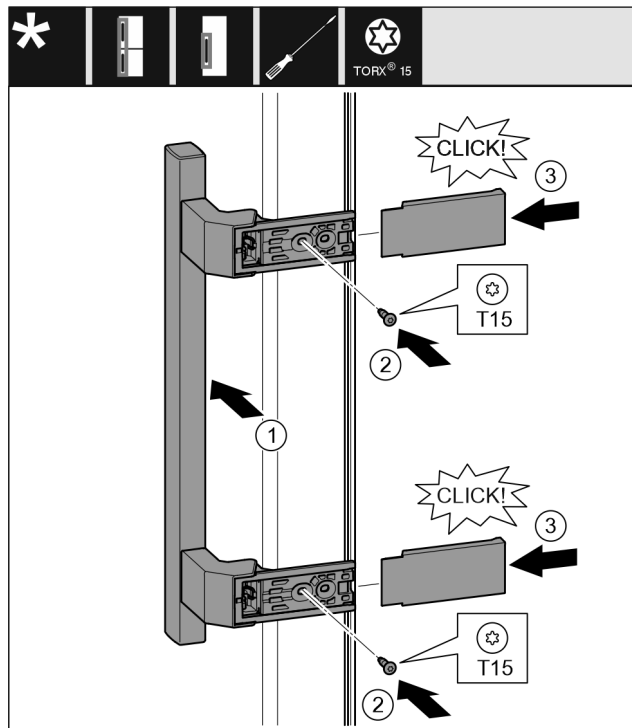

Fig. 14
- ▶ Założyć uchwyt po przeciwległej stronie. Fig. 14 (1)
- ▶ Śruby przykręcić przy pomocy śrubokręta T15. Fig. 14 (2)
- ▶ Osłony założyć z boku i wsunąć. Fig. 14 (3)